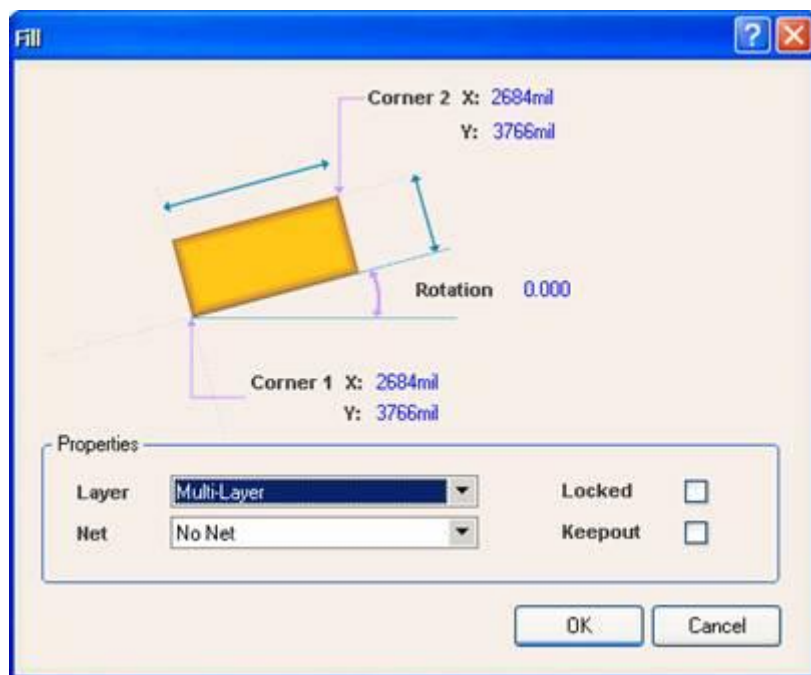

图 7-25 矩形填充属性设置
- 在用鼠标放置填充的时候按 Tab 键，将弹出 Fill （矩形填充属性）设置对话框，如图 7-25 所示。